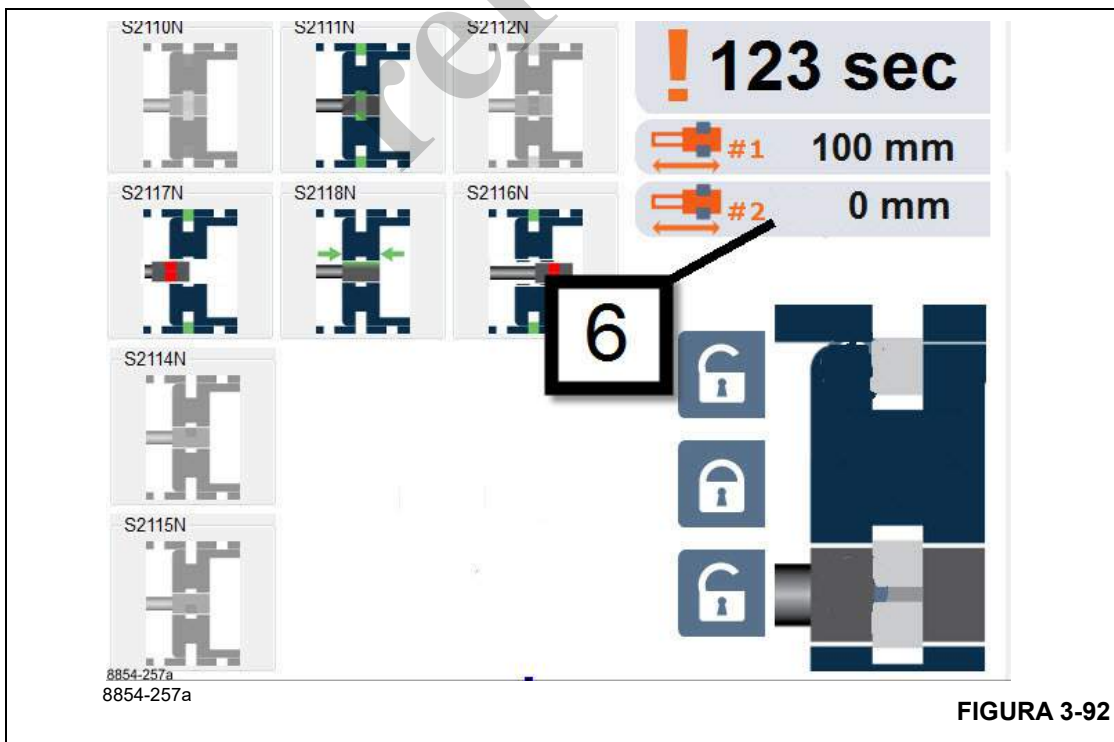

FIGURA 3-92
- Si el sensor de longitud de precisión para el cilindro telescópico no muestra un valor razonable, la segunda detección de longitud puede tomarse como referencia (6), (Figura 3-92). Esto corresponde normalmente a un potenciómetro de largo del carrete de cable de alimentación en la pluma (es separado del sensor de largo de precisión).